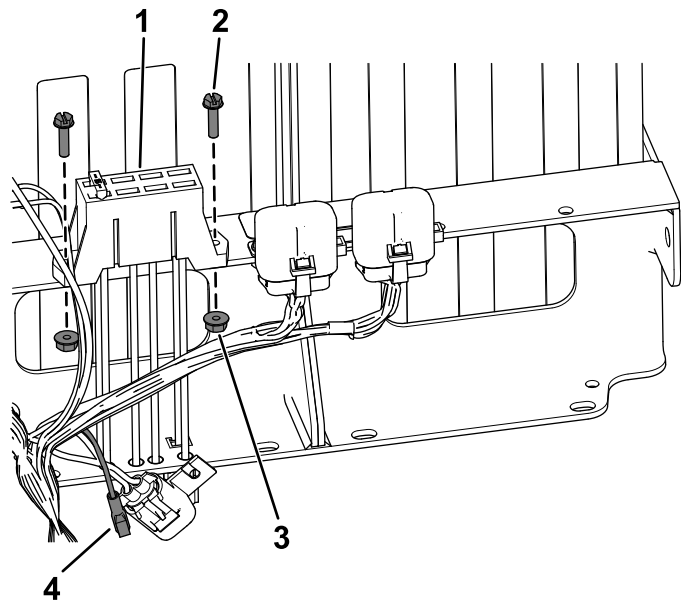

Figura 18
- **Per le macchine con numero di serie 403448001 e successivi**, fissate il nuovo portafusibili utilizzando le 2 viti a testa esagonale con rondella (n. 10 x 3/4") e 2 dadi scanalati (n. 10), come illustrato nella Figura 18.
femmina sul cablaggio al nuovo portafusibili (Figura 18).